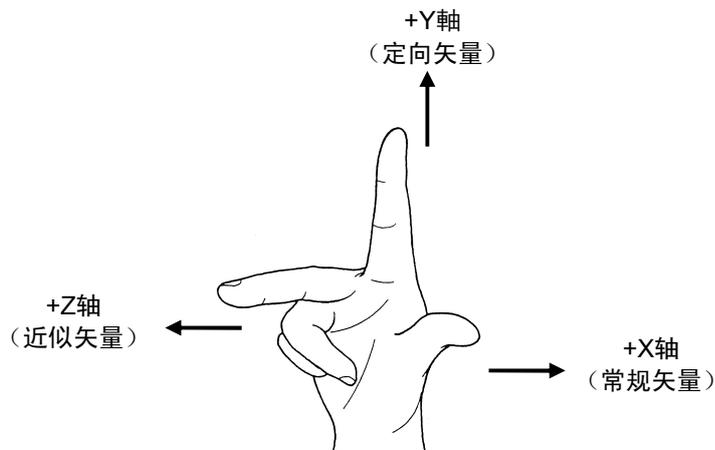

图2-5 右手坐标系
- 如图2-5所示，X成分被定义在以Y轴为定向矢量、Z轴为近似矢量组成的右手坐标系的X（+）轴方向的常规矢量上。